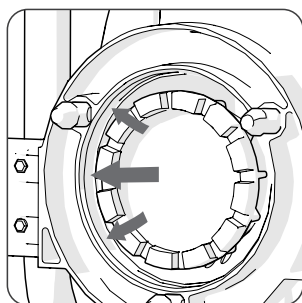

Abb. 6
- Die Passringe sollten stets sauber und frei von Schmutz sein (Maschine & Zubehör). (Abb. 6)